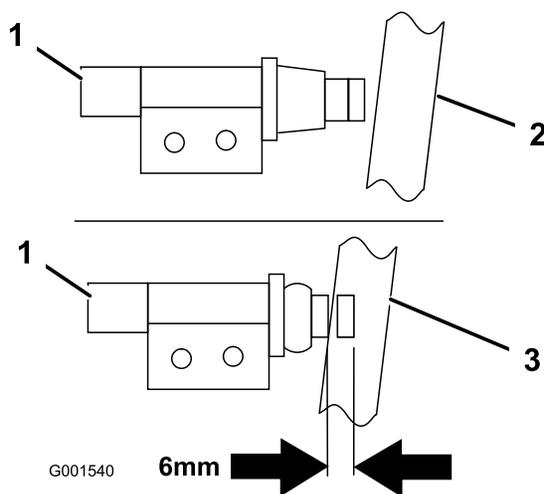

図 7
5. ブレーキを開放するとスイッチが 6 mm 押し込まれるようにブラケットを調整する (図 7)。